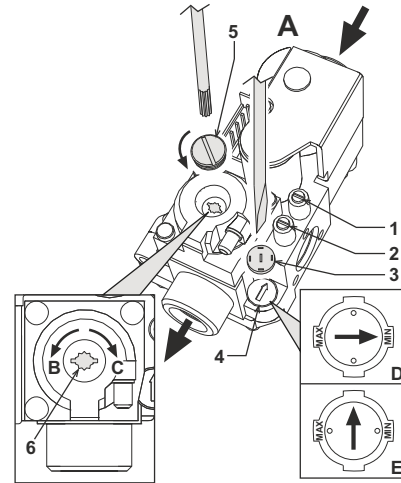

fig. 17 - Regulación de la presión
2. Quitar el pequeño capuchón de protección 3 de la válvula de gas (fig. 17). Con un pequeño destornillador, regular el "STEP" de encendido para el gas deseado (G20-G25 posición D fig. , o G30-G31 posición E fig. 17), y volver a poner, el capuchón.
- Purgar el aire presente en los tubos del gas por medio de la toma de presión 1 de la válvula del gas (fig. 17).
En las calderas PEGASUS D es posible regular la capacidad térmica del hogar y en consecuencia la potencia térmica entregada al agua de calefacción, actuando únicamente en la regulación del quemador principal a través de la válvula de gas (véase fig. 17). Los diagramas del apartado cap. 5.2 indican la variación de la potencia térmica entregada al agua al variar la presión de funcionamiento del quemador. La adecuación de la potencia de la caldera a las exigencias de calefacción permite reducir las dispersiones y ahorrar combustible. Además, con la variación de potencia reglamentada por la normativa, las calderas mantienen casi inalterados los valores de rendimiento y las características de combustión.
1. Con un pequeño destornillador sacar el capuchón de protección 5 del operador secundario de la válvula de gas de fig. 17.
2. Conectar un manómetro a la toma de presión 2 (fig. 17), situada después de la válvula del gas, y poner el mando del termostato de la caldera en el valor máximo.
3. Regular la presión por medio del tornillo 6 (fig. 17) en el valor deseado, guiándose con los diagramas del apartado cap. 5.2.